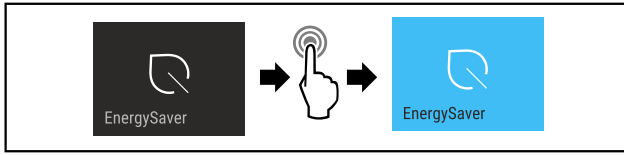

Fig. 17
- ▶ Изпълнете стъпките (виж Fig. 17).